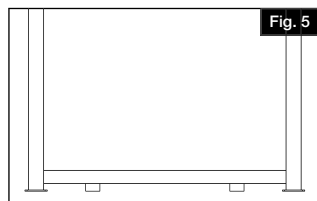
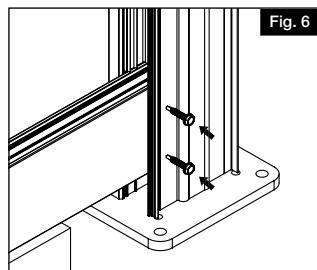

Fig. 5
Fig. 6
1. Sur le premier poteau, insérer la traverse dans la rainure du poteau. Le bas de la traverse devrait être aligné sur la marque faite à l'étape 1 (70 po/177,8 cm à partir du haut du poteau). S'assurer que l'ouverture dans la traverse est orientée vers le haut. Fixer la traverse en insérant deux vis à tête hexagonale de 3/4 po (19 mm) dans la petite rainure du poteau (Fig. 5).
3. Enclencher les bandes adaptateurs dans les rainures sur les deux poteaux (Fig. 6).
Placer la traverse inférieure à l'intérieur du premier poteau de façon à ce qu'elle repose sur les cales d'espacement de 2 po/50 mm (Fig. 5). Fixer la traverse inférieure dans la petite rainure du poteau à l'aide de deux vis à tête hexagonale de 3/4 po/19 mm (Fig. 6).
1. En el primer poste, insertar el travesaño en el canal del poste. La parte inferior del travesaño debe estar alineada con la marca hecha en el paso 1 (70" o 177,80 cm de la parte superior del poste). Comprobar que la cavidad abierta en el travesaño esté orientada hacia arriba. Fijar el travesaño inferior con dos tornillos de cabeza hexagonal de $\frac{3}{4}$ " en la pequeña ranura en el poste. (Fig. 5).
3. Encajar las tiras adaptadoras en los canales del poste en ambos postes (Fig. 6).